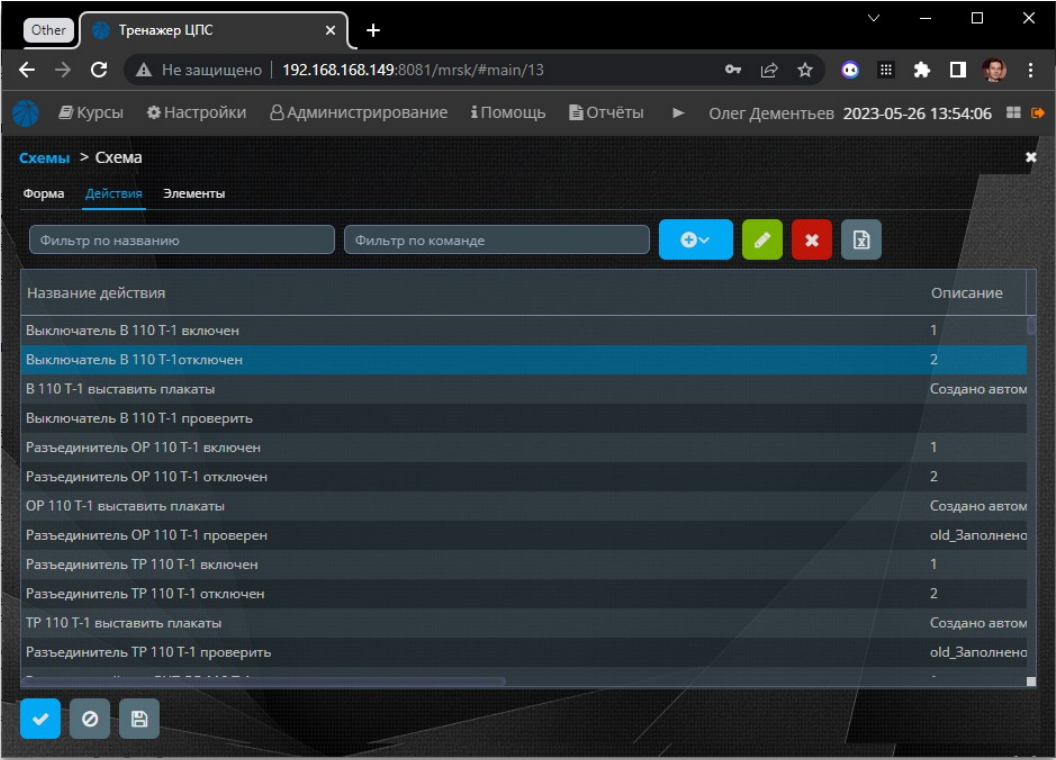

Рисунок 95 – Экранная форма «Заполнение списка доступных действий пользователя для программы обучения»
- Рисунок 95 – Экранная форма «Заполнение списка доступных действий пользователя для программы обучения»;